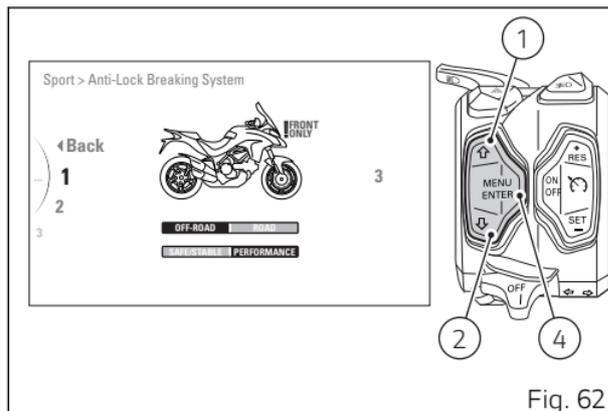
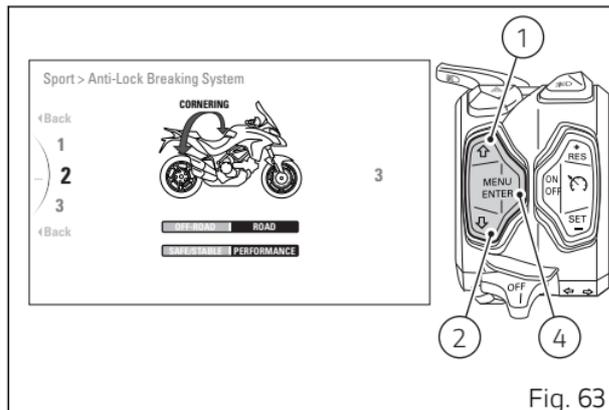

Fig. 62
Fig. 63
À l'aide des boutons (1) et (2), sélectionner le nouveau niveau d'intervention souhaité. Pour chaque niveau sélectionné, la valeur correspondante associée dans le tableau central s'affiche (mise en évidence par un fond noir). En outre, le niveau d'intervention du système de freinage est indiqué en Bleu ciel : l'indication « **!FRONT ONLY** » (Fig. 62) uniquement pour le frein avant actif et l'indication « **CORNERING** » (Fig. 63) lorsque la fonction Cornering est active.